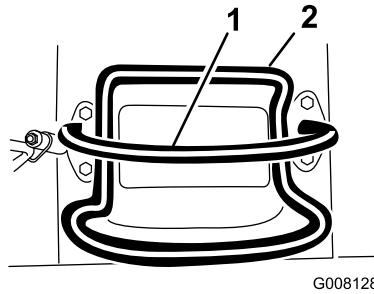
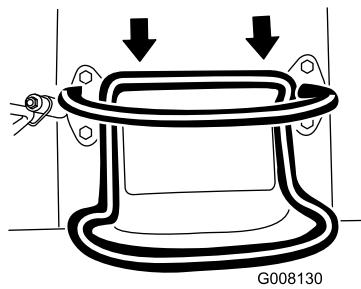

Bild 8
Bild 10
- Bewegen Sie den Fahrantreibshebel nach hinten, um rückwärts zu fahren (Bild 10). **Schauen Sie beim Rückwärtsfahren nach hinten und achten Sie auf Hindernisse, fassen Sie den Anschlagbügel mit den Händen an (Bild 8).**
- Lassen Sie zum Anhalten den Fahrantriebshebel los (Bild 8).